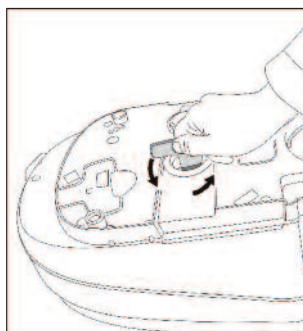
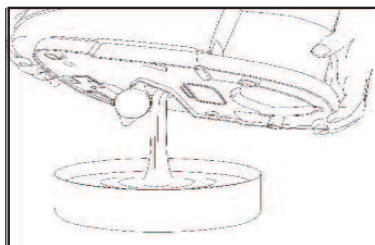

Fig 8
Fig 9
6. Svitare il tappo della caldaia utilizzando la chiave in dotazione e svuotare il serbatoio come indicato nella fig. 8 e nella fig. 9.
8. Scuotere delicatamente il dispositivo; svuotare poi l'acqua come mostrato nella fig. 9.